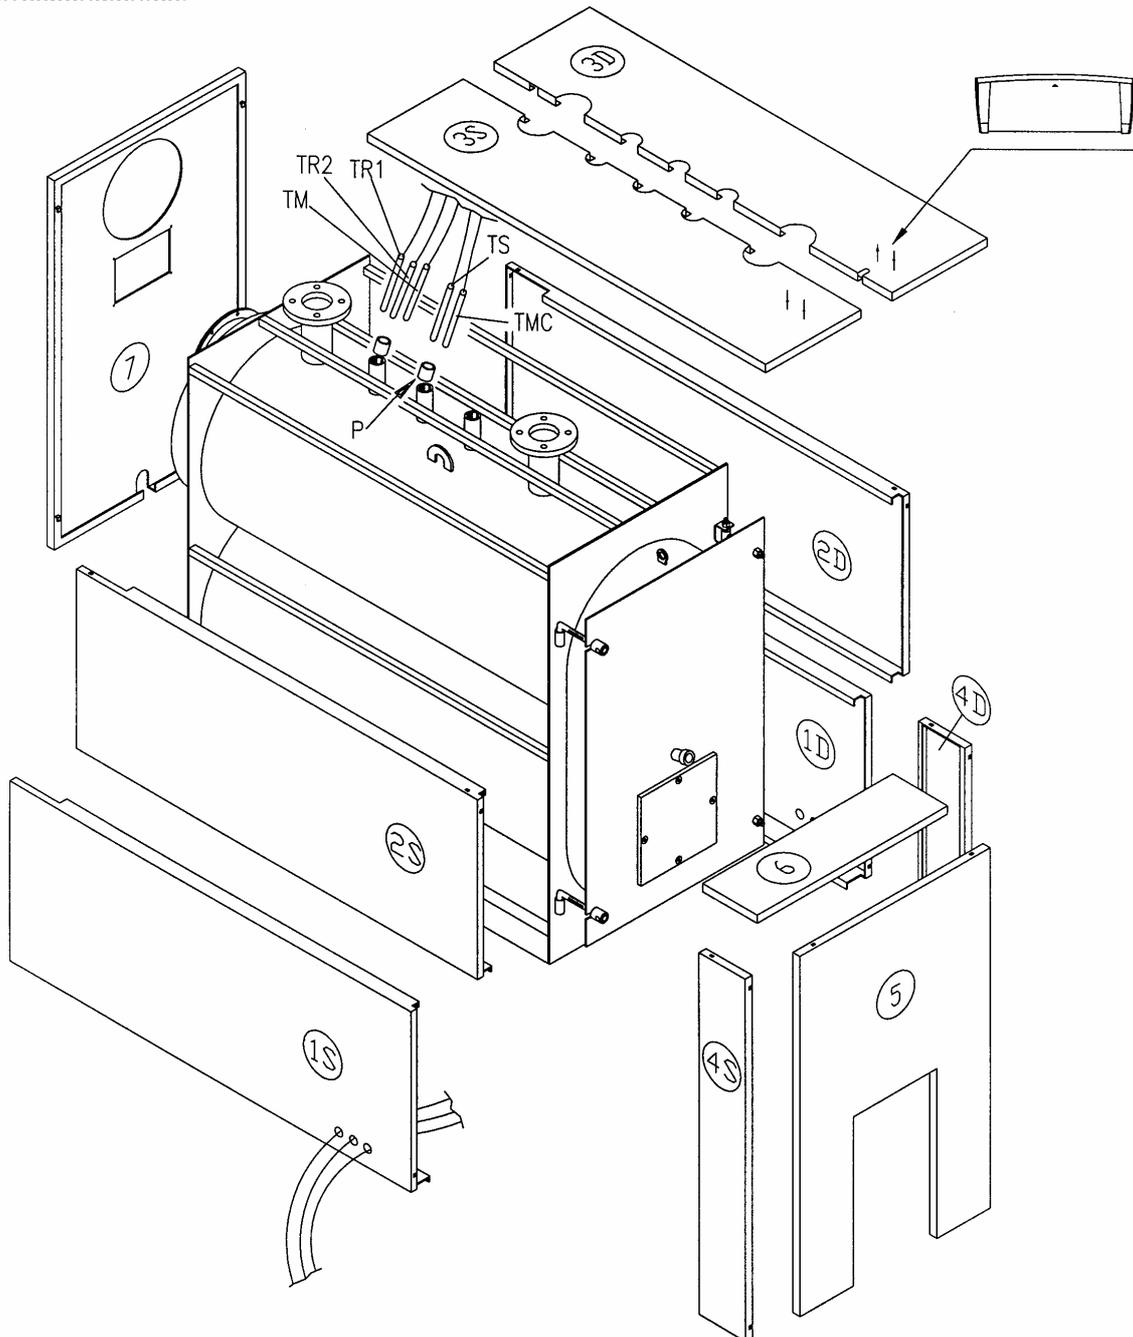

Fig. 11
4.5 REVESTIMIENTOS CALDERA STR (Fig. 11)
- Montar los paneles (4S) y (4D), enganchándolos en los paneles laterales con sus estribos; montar luego el panel anterior (5) enganchándolo en los paneles (4S) y (4D). Cerrar el revestimiento de la puerta apoyando el panel superior (6).
- Montar el panel posterior (7), enganchándolo en los paneles laterales con los estribos correspondientes.